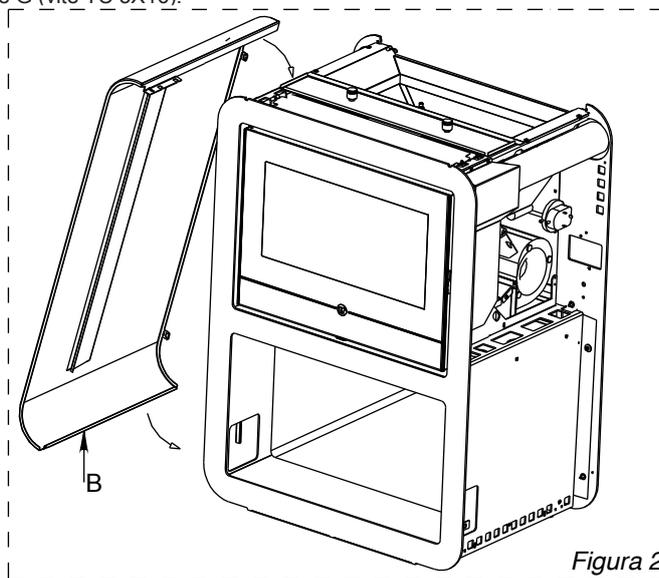
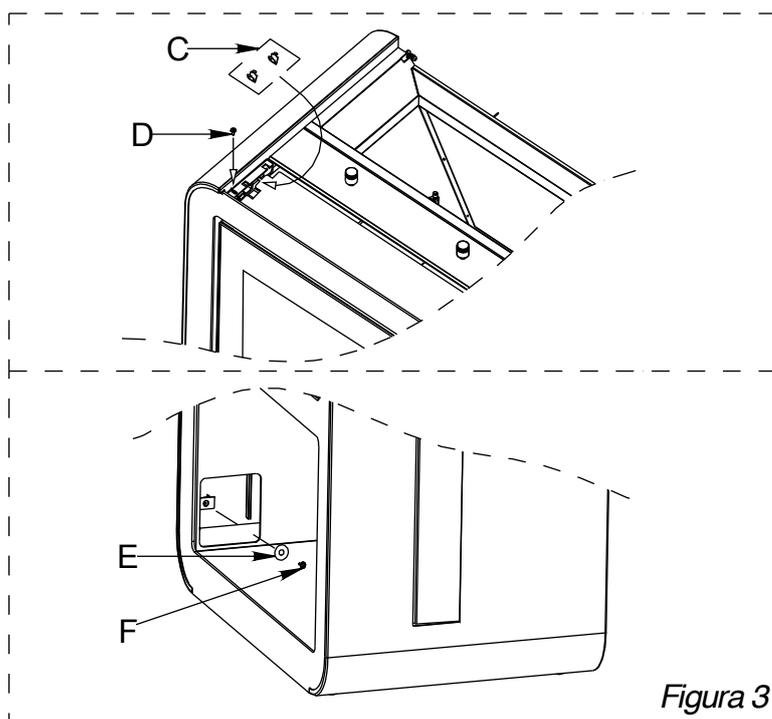
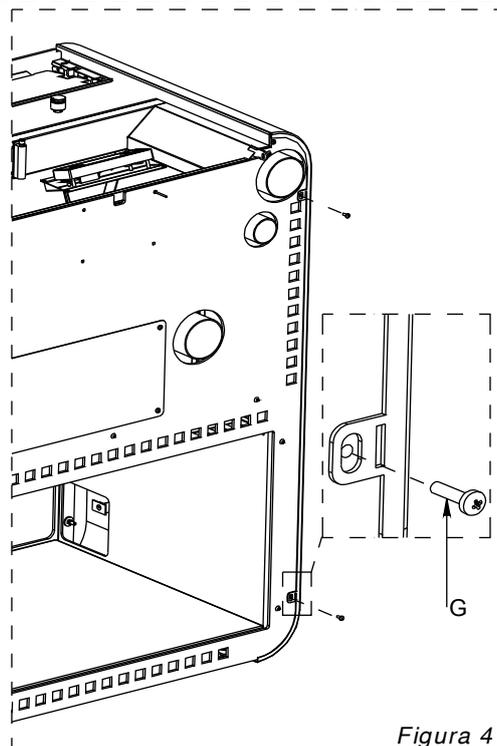

Figura 2
Figura 3
Figura 4
- Procedere poi al montaggio del tappo G fissandolo con le viti H. (Figura 2 e Figura 4).
- Procedere poi al montaggio dei 2 tappo G fissandololo con le viti H. (Figura 2 e Figura 4).
- Assemblare ora i fianchi B seguendo le indicazioni riportate nella Figura 2, Figura 3, Figura 4 utilizzando le viti D (vite tbf 3.9x13), la molla C (molla per inserto M5), la rondella E (rondella 5x20) e la vite G (vite TC 5X16).